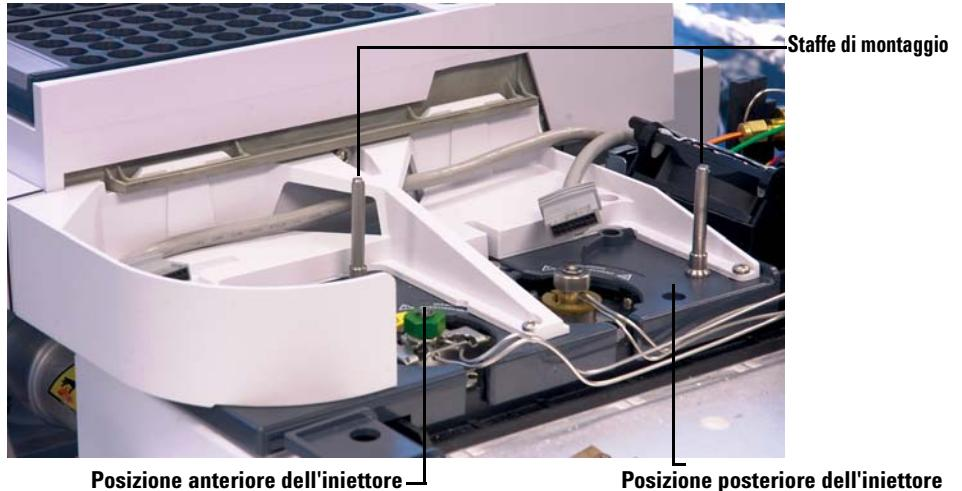

Figura 11 Installazione delle staffe di montaggio su un GC 7890A
- **GC 7890A, 7820A e MSD 7820.** Installare nel coperchio dell'iniettore in posizione anteriore o posteriore, a piacere. La staffa deve essere ruotata fino in fondo (Figura 11).